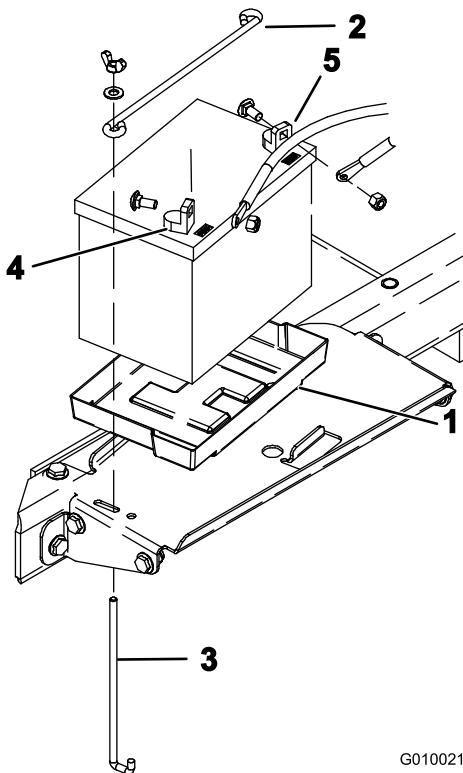

Bild 6
- Setzen Sie die Batterie in Batteriekastenuntersatz ein (Bild 6). Setzen Sie die Batterie so ein, dass sich die Pole außen befinden.
- Befestigen Sie die Batterie mit einer Batterieklemme, zwei Klemmstangen, zwei flachen Scheiben und zwei Flügelmuttern unten am Batteriekasten (Bild 6).
- Befestigen Sie zuerst das positive Kabel (rot) mit einer Schlossschraube und einer Mutter am positiven (+) Batteriepol (Bild 6), schließen Sie dann das negative Kabel (schwarz) mit einer Schlossschraube und einer Mutter am negativen (-) Pol der Batterie an (Bild 6). Ziehen Sie den Gummischuh über den Pluspol, um Kurzschlüsse vorzubeugen.